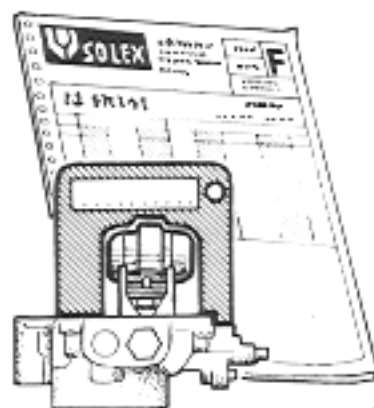

Fig. 11
- *Géométrie du flotteur* : Des *calibres* permettent la vérification du flotteur seul quand il est solidaire de la cuve à niveau constant, ou de l'ensemble pointeau-flotteur (Fig. 11) quand le flotteur est articulé sur le dessus de cuve. Dans ce dernier cas, le réglage se fait par action sur la bascule de flotteur ou, s'il en existe une, sur la languette d'attaque du pointeau.